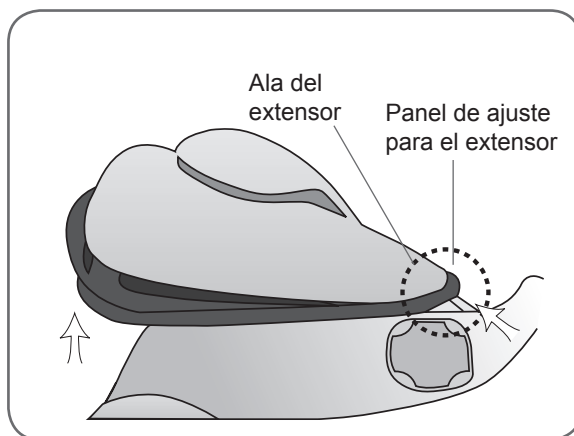

Ilustración 6-17: Cómo colocar el panel de ajuste para el extensor.
2. Con el ala de la ortesis abierta, alinee el extremo estrecho del panel de ajuste para el extensor con el extremo estrecho del ala del extensor. Consulte la Ilustración 6-17. Asegúrese de que el borde del panel de ajuste queda fuera del ala.